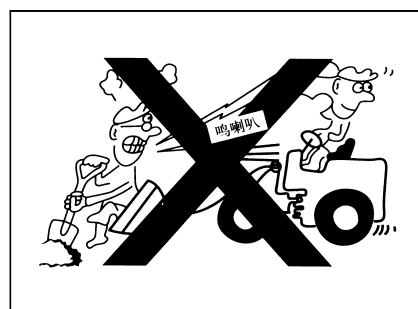

Рис. 1-45
- Во время работы запрещается смотреть в стороны, мгновенная невнимательность приносит большую беду, надо обращать большое внимание на направление движения и рабочих лиц, при опасности следует нажать гудок и выдать сигнал (рис. 1-45)